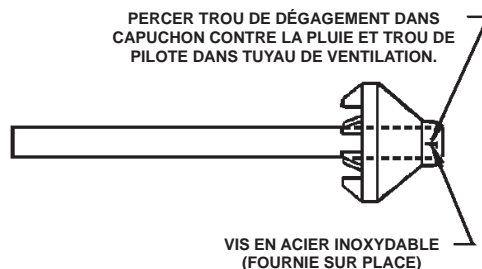

Figure : 26
b) Cimenter le capuchon contre la pluie au tuyau de plus petit diamètre de la trousse, voir Figure 26.
REMARQUE : Au lieu de cimenter le plus petit tuyau au capuchon de pluie, Il est également possible d'utiliser une vis en acier inoxydable fournie sur place pour sécuriser les 2 composants ensemble et ce, lorsqu'un démontage sur site est souhaité pour le nettoyage, voir Figure 26.
- Cimenter le capuchon contre la pluie au tuyau de plus petit diamètre de la trousse, voir « Figure : 26 ».
REMARQUE : Au lieu de cimenter le plus petit tuyau au capuchon de pluie, Il est également possible d'utiliser une vis en acier inoxydable fournie sur place pour sécuriser les 2 composants ensemble et ce, lorsqu'un démontage sur site est souhaité pour le nettoyage, voir « Figure : 26 ».